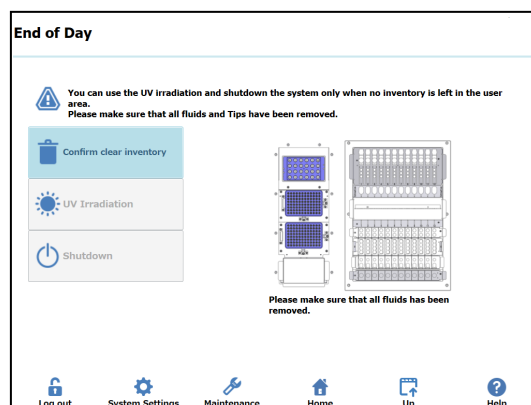

Figura 17: Ecrã “End of Day” (Fim do dia)
26. No ecrã Início, selecione “End of Day” (Fim do dia). É mostrado o ecrã seguinte (Figura 17).